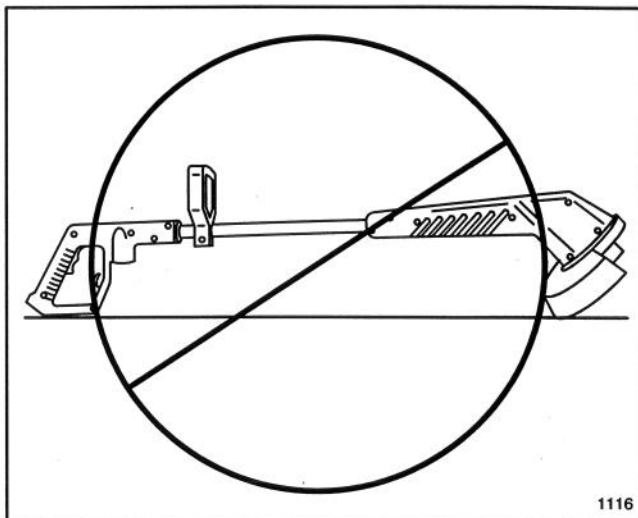

Figure 24
**IMPORTANT :** pour éviter d'endommager le pare-herbe lors du remisage du taille-bordures, poser le taille-bordures sur la tête de coupe ou le carter moteur ou le pendre par sa(ses) poignée(s). **NE PAS LAISSER LE TAILLE-BORDURES REPOSER SUR LE PARE-HERBE COMME ILLUSTRÉ (Fig. 24). LE PARE-HERBE PEUT SE VOILER OU INTERFÉRER AVEC LE FIL DE COUPE.**